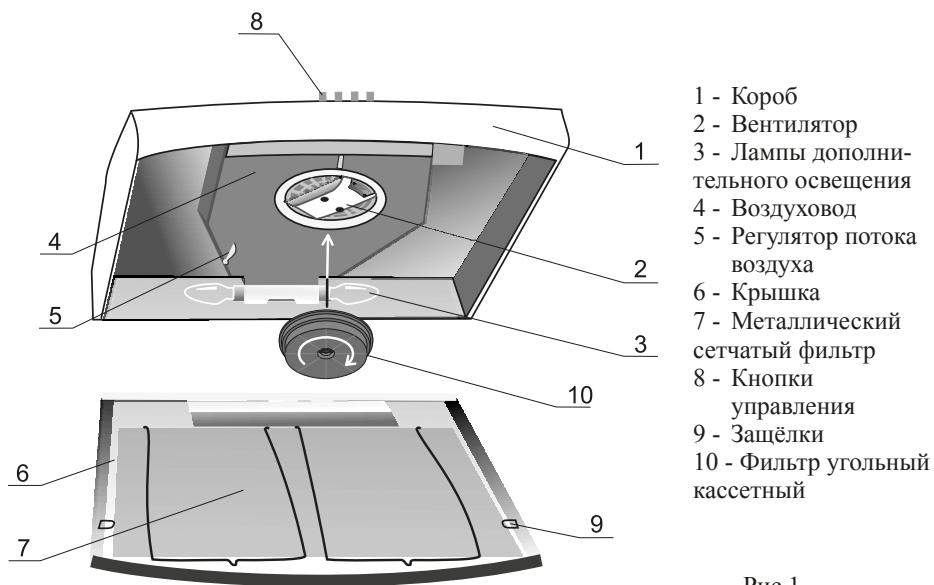
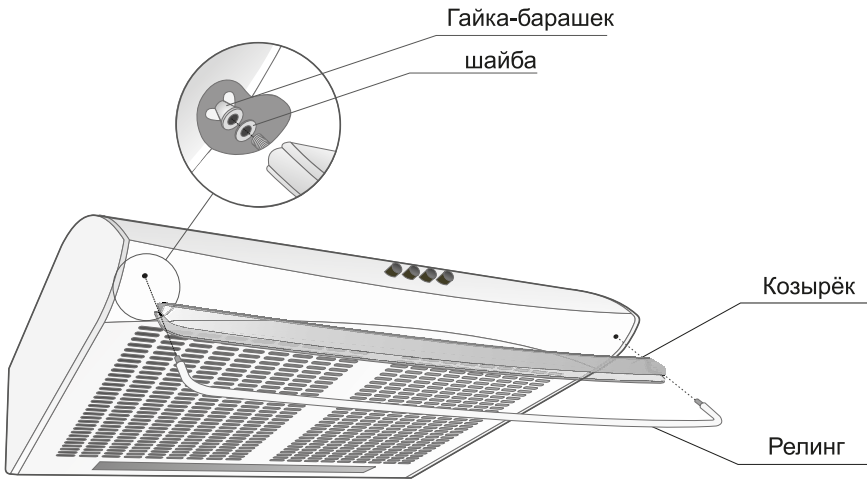

Рис.1
Рис. 3
- 5.1 Внутри короба 1 воздухоочистителя (рис. 1) располагаются вентилятор 2, лампы дополнительного освещения 3, воздуховод 4 с регулятором потока воздуха 5. На передней части корпуса расположены кнопки управления 8.
- крышкой 6 с сетчатым фильтром 7 (рис.1), а также, в зависимости от модификации, релингом с пластмассовым козырьком (рис.3).
- 5.3 С помощью кассетного угольного фильтра 10 (рекомендуется устанавливать на воздухоочистители, работающие в циркуляционном режиме) всасываемый воздух дополнительно очищается гранулами активированного угля, уменьшаются запахи от приготовления пищи. Угольный фильтр не подлежит регенерации и должен заменяться примерно каждые шесть месяцев (в зависимости от интенсивности эксплуатации). Для установки кассетного угольного фильтра оденьте его на три фиксирующих элемента в центре вентилятора и поверните по часовой стрелке до упора (рис. 1). Демонтаж фильтра производится в обратном порядке.
- 6.7 Совмещение флажка регулятора потока воздуха 5 (см. рис. 1) с рисунком  на воздуховоде указывает, что воздухоочиститель работает в циркуляционном режиме, т. е. очищенный воздух возвращается в помещение кухни.